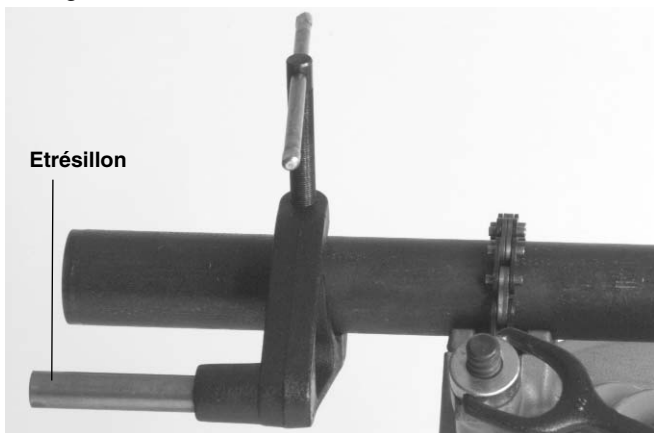

Figure 4 – Utilisation de l'étrésillon n° 691 lors du filetage des tuyaux Ø 3/4 po ou plus
4. Positionnez l'étrésillon n° 691 sur le tuyau de manière à ce que son extrémité s'aligne sur l'extrémité du tuyau (Figures 4 et 5). Assurez-vous que les mâchoires s'engagent bien d'équerre sur le tuyau, puis serrez la poignée à fond afin d'empêcher le dérapage des mâchoires.